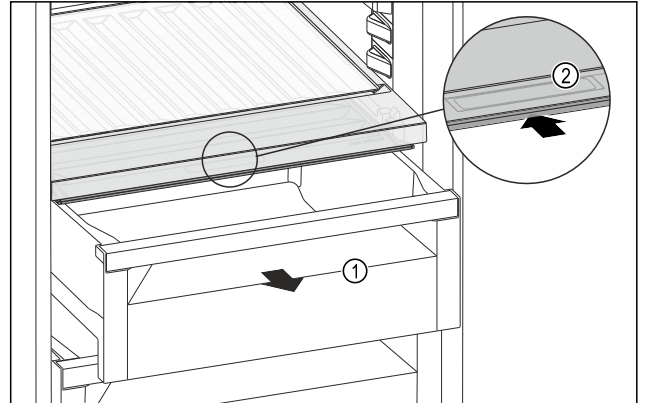

Fig. 119
- ▶ Extraer el compartimento Fig. 119 (1).
- ▶ Agarrar el tirador empotrado Fig. 119 (2) en la tapa del compartimento y tirar de la tapa del compartimento hacia atrás al mismo tiempo.